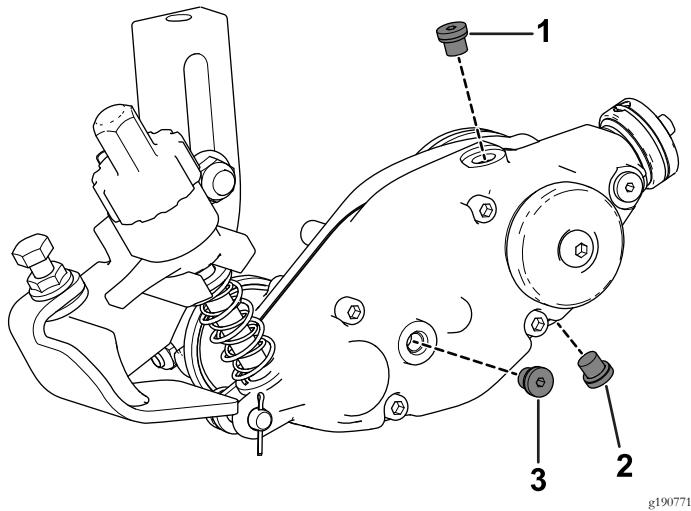

Figura 11
- 4. Retire el tapón de llenado en la parte superior de la carcasa del groomer (Figura 11).